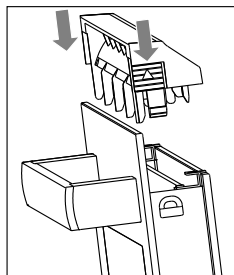

Рис. 3
3. После снятия крышки внутренние стекла можно легко вынуть для очистки. По окончании чистки установите все части дверцы на место и нажмите на фиксирующую планку до щелчка (рис. 3).